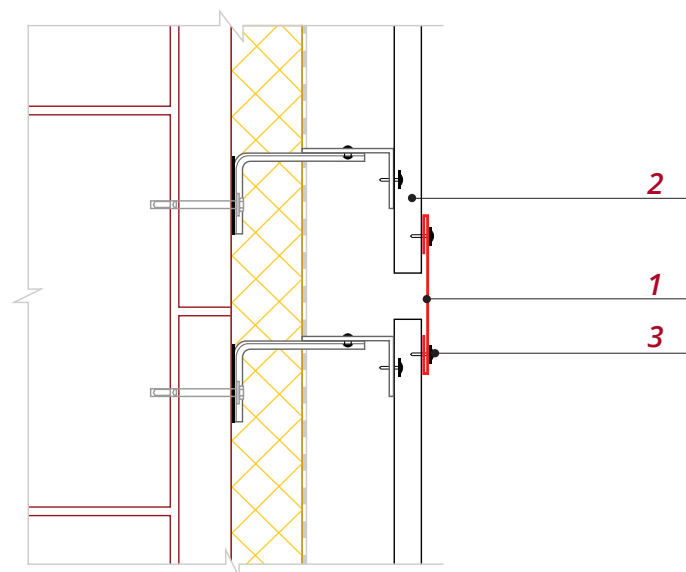

Рис. 16
■ Планку стыковочную простую **1** крепите после монтажа панелей сайдинга **2** (рис.16). Рекомендуется использовать саморезы ПШС с окрашенной головкой **3**, вытяжные заклепки или кровельные саморезы 5.5\*19.